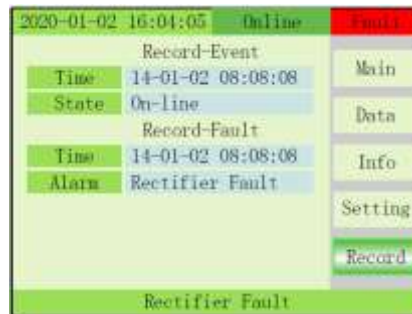

Fig. 4-16 Menú Record
15) RECORD: muestra los eventos y fallos registrados (Fig. 4-16).